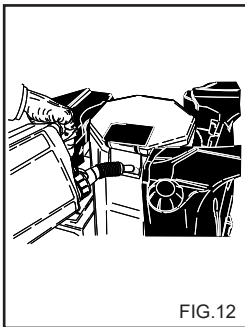

FIG.12
**OPERATIONS FOR USING ANTIFREEZE (fig. 12).**